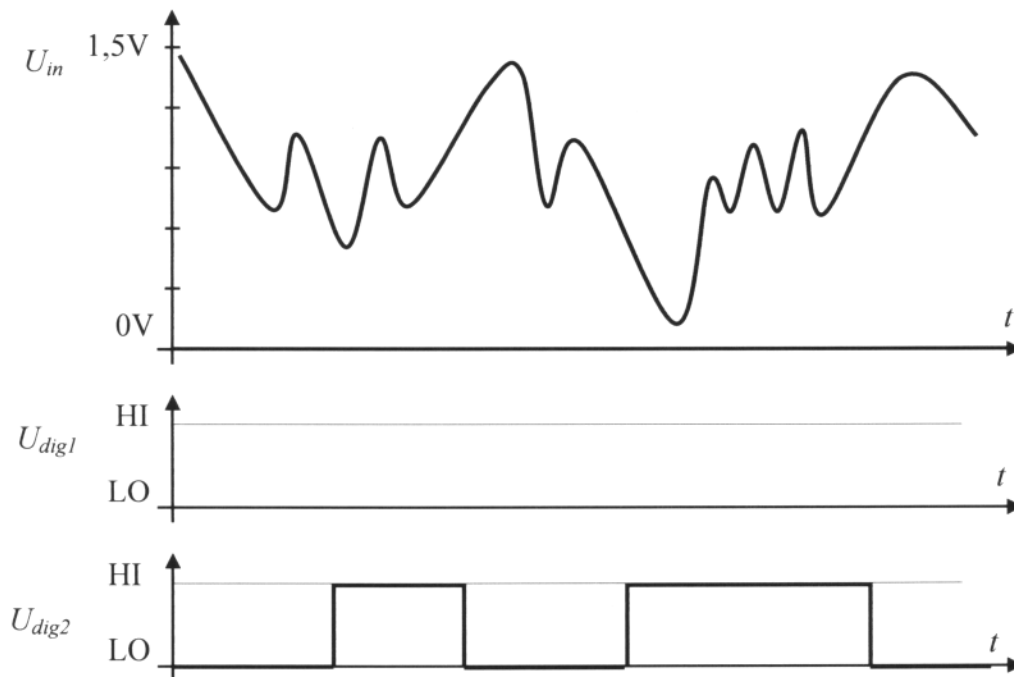

Abbildung 2.1
In Abbildung 2.1 ist ein analoger Spannungsverlauf U_{in} gegeben.
- (a) Dieses Signal U_{in} wird an einen Eingang eines digitalen Gatters mit Schwellwert $U_{th} = 0,9V$ (ohne Hysterese) gelegt. Ergänzen Sie in Abbildung 2.1 den Spannungsverlauf U_{dig1} nach der Digitalisierung!